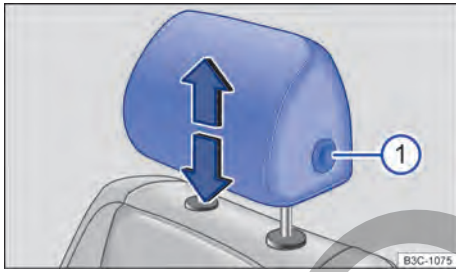

Fig. 77 Apoyacabezas delantero: ajuste.
- Desplace el apoyacabezas hacia arriba o abajo, en el sentido de la flecha correspondiente, presionando a la vez, dado el caso, la tecla → fig. 77 Ⓜ.